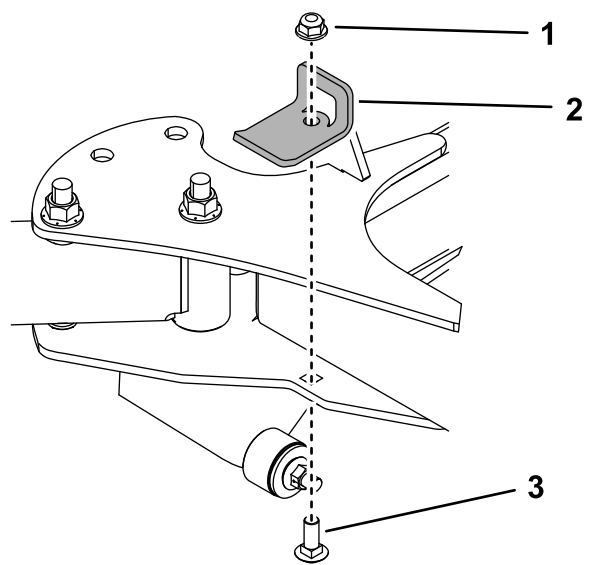

Figura 29
8. Retire los topes (Figura 29).